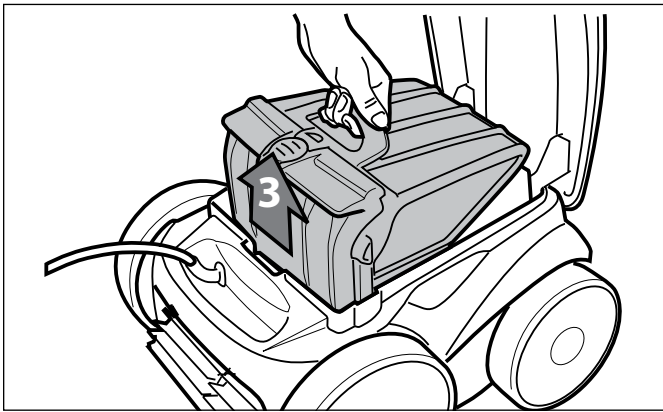

Figura 25. Retire la unidad del cartucho del filtro
- Retire la unidad del cartucho del filtro del cuerpo (3), como se muestra en la Figura 25.